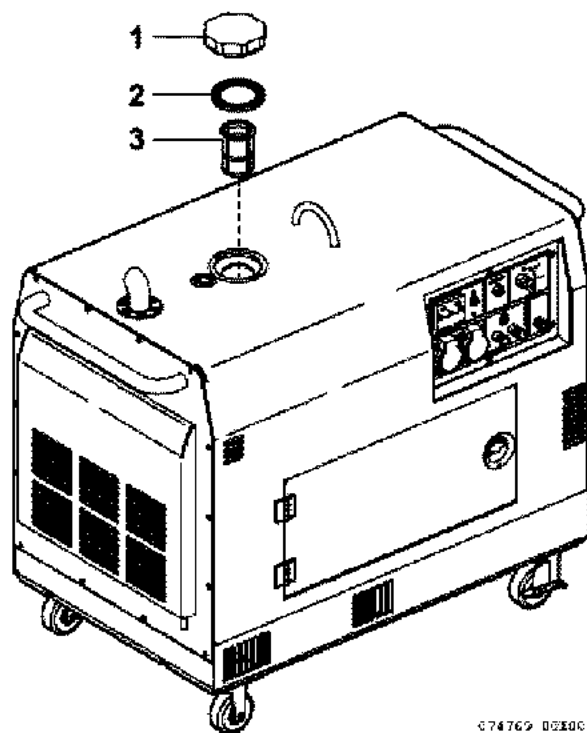

Рисунок 29
2. Снимите крышку топливного бака (Рисунок 29, (1)).